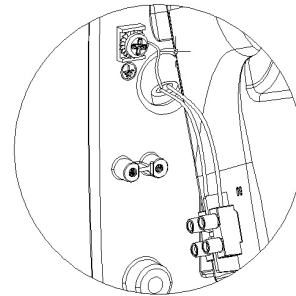

Рисунок 8
4. ПОДСОЕДИНИТЬ ОБА ФАЗОВЫХ ПРОВОДА (N И L) К КОЛОДКЕ, А КАБЕЛЬ ЗАЗЕМЛЕНИЯ — К ВИНТУ ЗАЗЕМЛЕНИЯ (КЛАСС I), КАК ПОКАЗАНО НА РИС. 8.